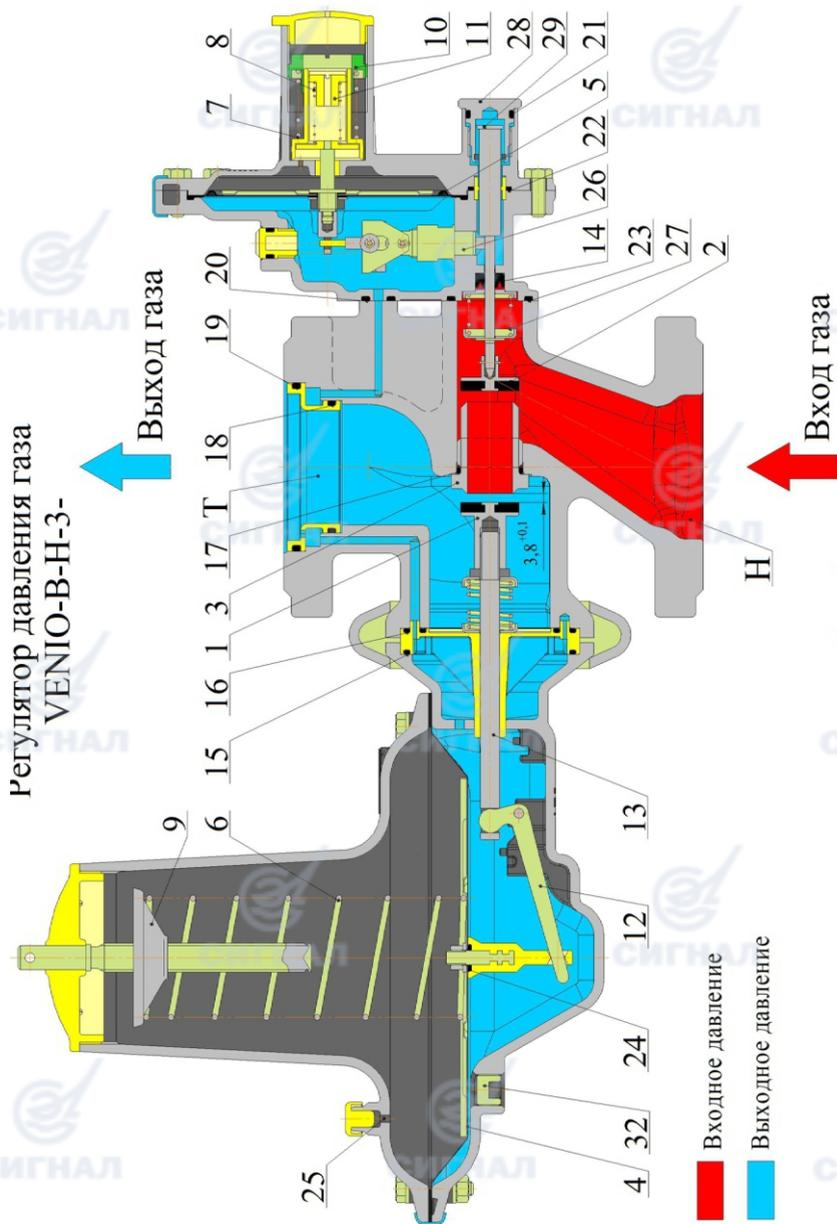

Рисунок 1
- 1) Демонтировать заглушку 32 (см. рисунок 1,2,3).